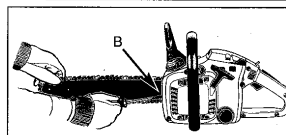

Abb. 5
1. Halten Sie die Spitze der Leitschiene nach oben und drehen Sie die Justierschraube (D) **IM UHRZEIGERSINN**, um die Spannung der Kette zu erhöhen. Drehen Sie die Schraube **ENTGEGEN DEM UHRZEIGERSINN**, lockert sich die Spannung der Kette. Prüfen Sie, ob die Kette ganz um die Leitschiene angelegt ist (Abb. 5).